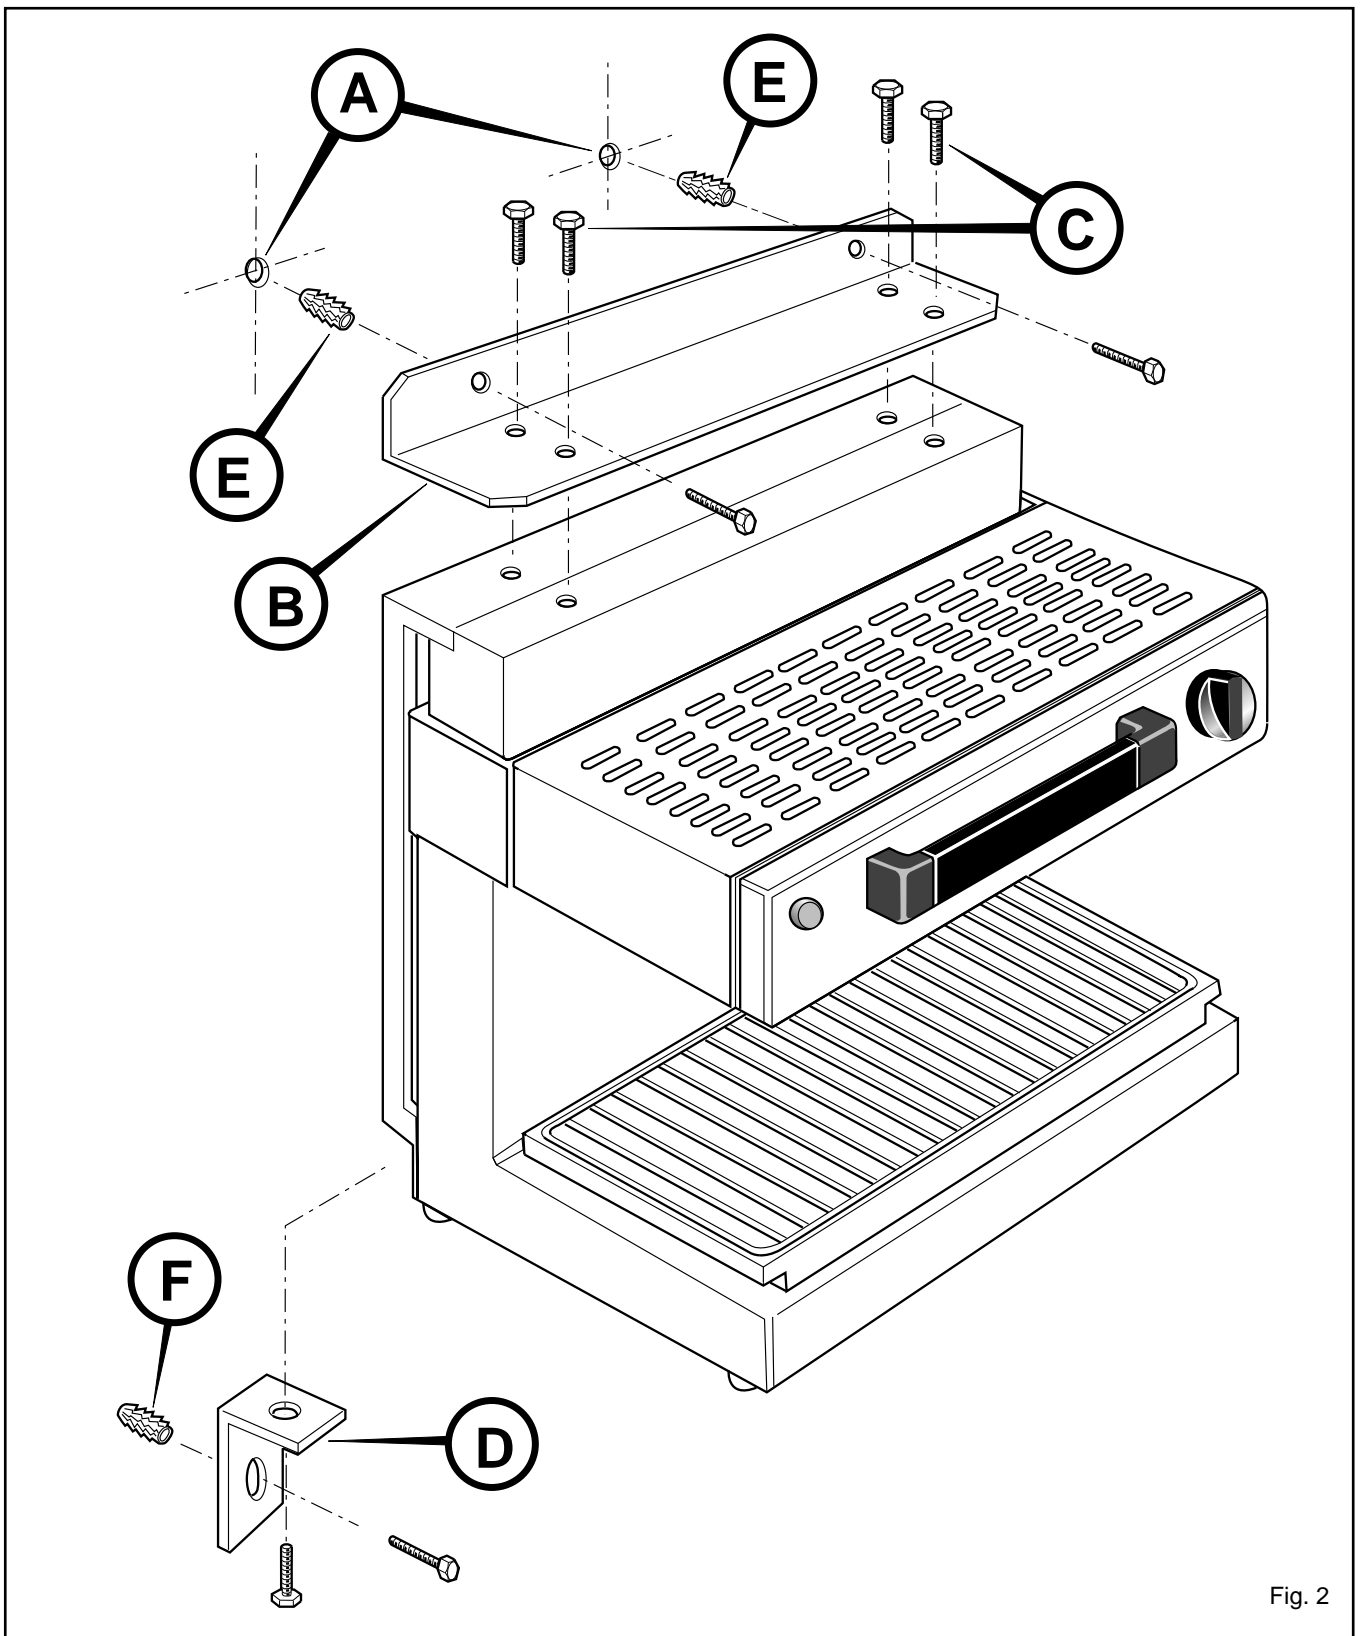

Fig. 2
2.4 INSTALLAZIONE CONTRO PARETE (fig. 2)
- effettuare i fori **A** (fig. 2) sulla parete servendosi di una bolla di livello e della staffa **B** come maschera per segnare i punti di foratura;